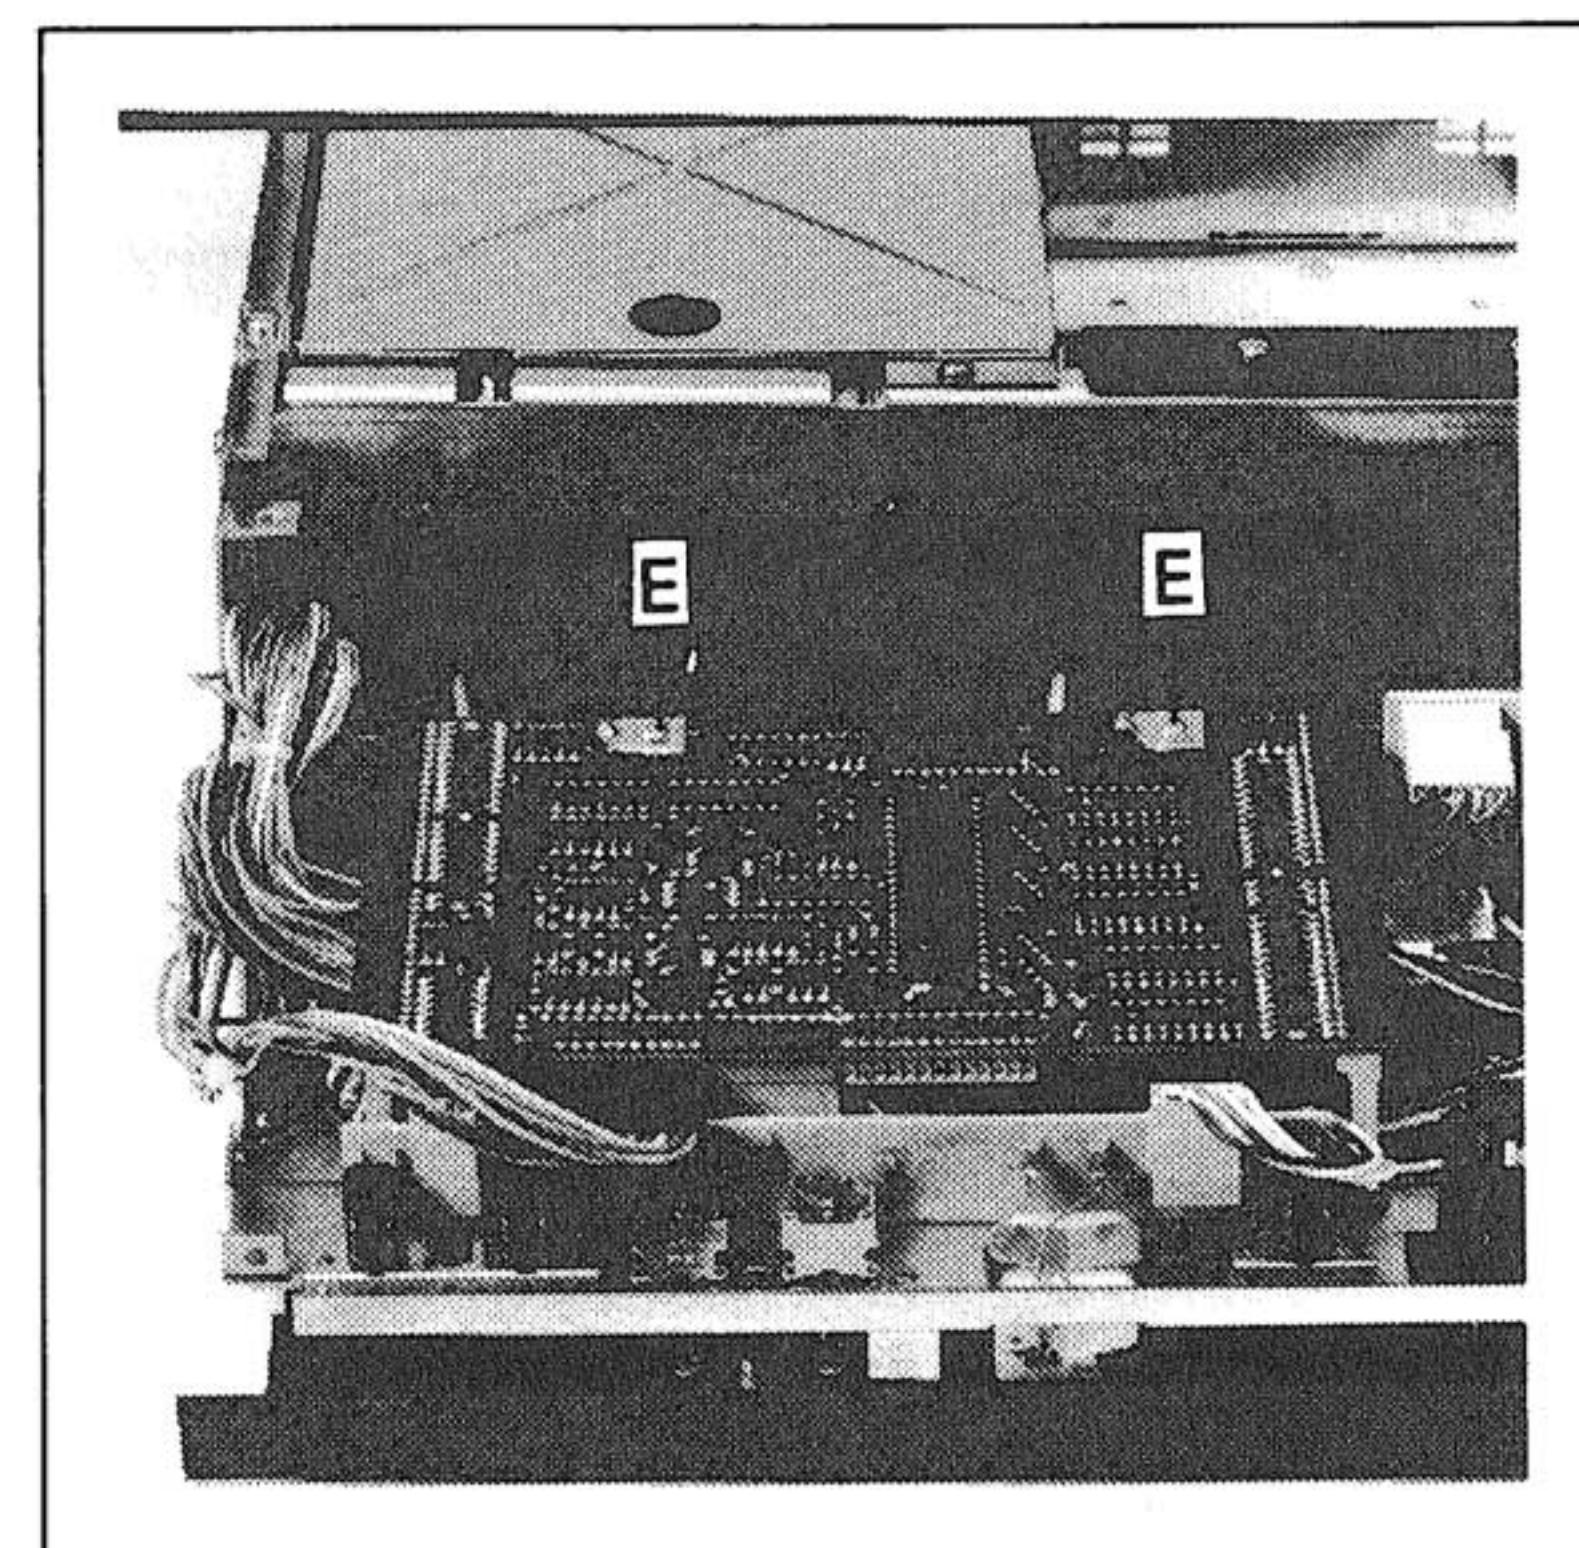

Fig. 2.6
- Bedienungseinheit auf die Frontseite legen und Mikroprozessorprint ausbauen (2 Schrauben lösen, Fig. 2.6).
- Place operating unit on its front and remove micro-processor circuit board (unfasten 2 screws, Fig. 2.6).
- Démontez le circuit du microprocesseur de l'unité de commande (fig. 2.6).